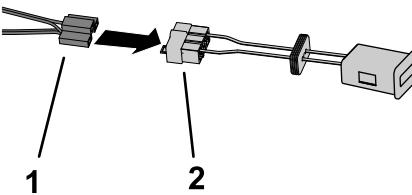

**Figura 2**
2. Collegate il connettore del regolatore al cablaggio preassemblato del Kit contaore wireless (WHM) (Figura 2).